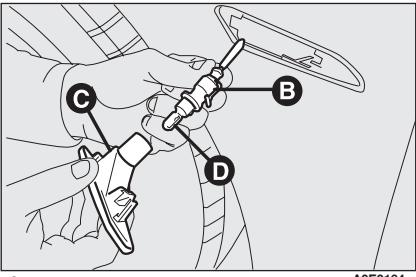

fig. 31
- gire hacia la izquierda el portalámparas **B**-fig. 31 y sáquelo de la parte transparente **C**;